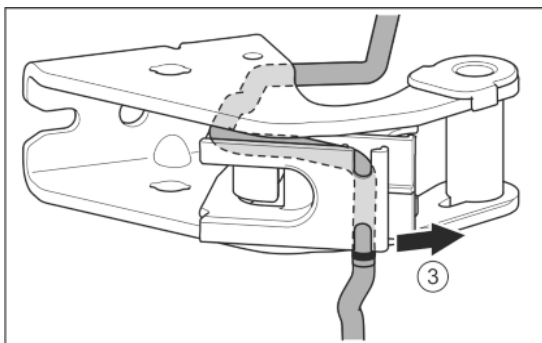

Fig. 26
- ▶ Wyjąć szary kabel z prowadnicy. Fig. 26 (3)